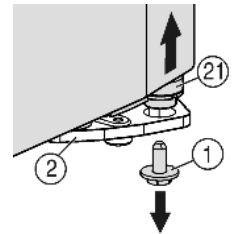
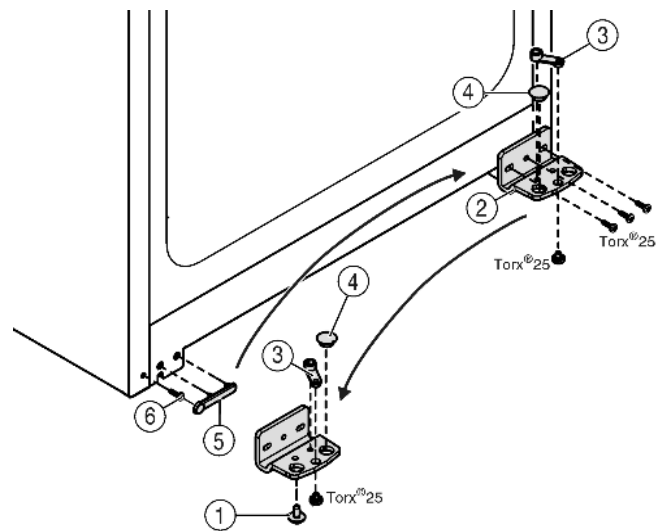

Fig. 6
Fig. 7
- ▶ Rechts onder aan de lagerbus de borgschroef Fig. 6 (1) uitdraaien.
- ▶ De lagerbout Fig. 6 (21) komt uit de lagerbus Fig. 7 (2) los.
- ▶ Indien de lagerbout Fig. 6 (21) niet kan worden losgedraaid, de bout van onderaf naar buiten drukken.
- ▶ Lagerbus Fig. 7 (2) losschroeven.
- ▶ Lagerdeel Fig. 7 (3) losschroeven en in het tegenoverliggende opnamegat van de lagerbus omzetten en weer vastschroeven.
- ▶ Stop Fig. 7 (4) uit de lagerbus verwijderen en in de tegenoverliggende opening van de lagerbus omzetten.
- ▶ Afdekking Fig. 7 (5) aan kant van de greep voorzichtig wegnemen.
- ▶ Schroef Fig. 7 (6) uitdraaien en aan de andere kant weer indraaien.
- ▶ Afdekking Fig. 7 (5) weer terugplaatsen.
- ▶ Lagerbus Fig. 7 (2) aan de nieuwe scharnierzijde evt. met behulp van een accuschroevendraaier weer **goed (met 4 Nm)** vastschroeven.
- ▶ Borgschroef Fig. 6 (1) onder in de lagerbout draaien en vastschroeven (**met 4 Nm**).